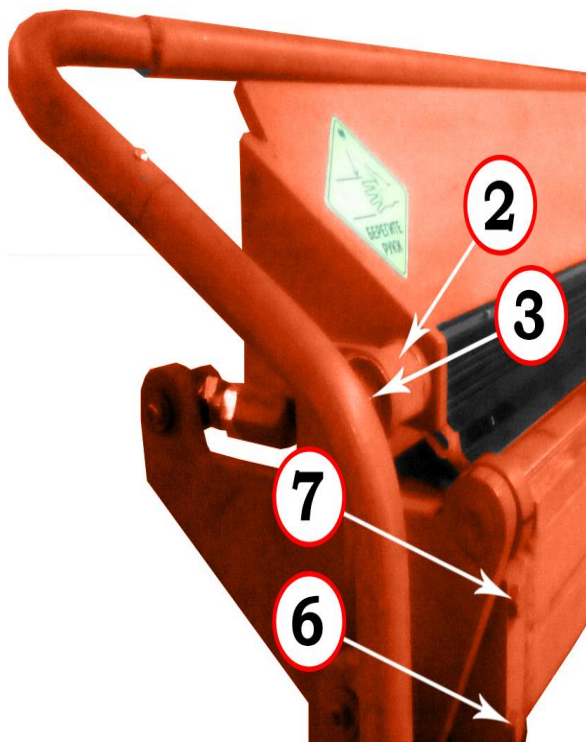

Рис. 6
Регулировка высоты гибочной балки происходит следующим образом (рис. 6): Следует ослабить винт (6) и (7) и поднимать гибочную балку вверх или вниз. Когда высота установлена правильно, надо затянуть винт (6) и (7).